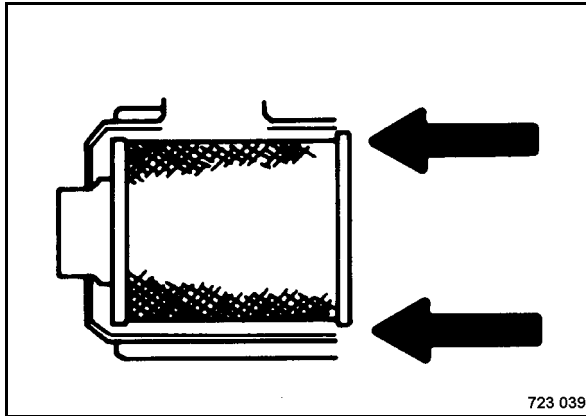

Fig. 187
- Instalar el elemento filtrante principal (Fig. 187).